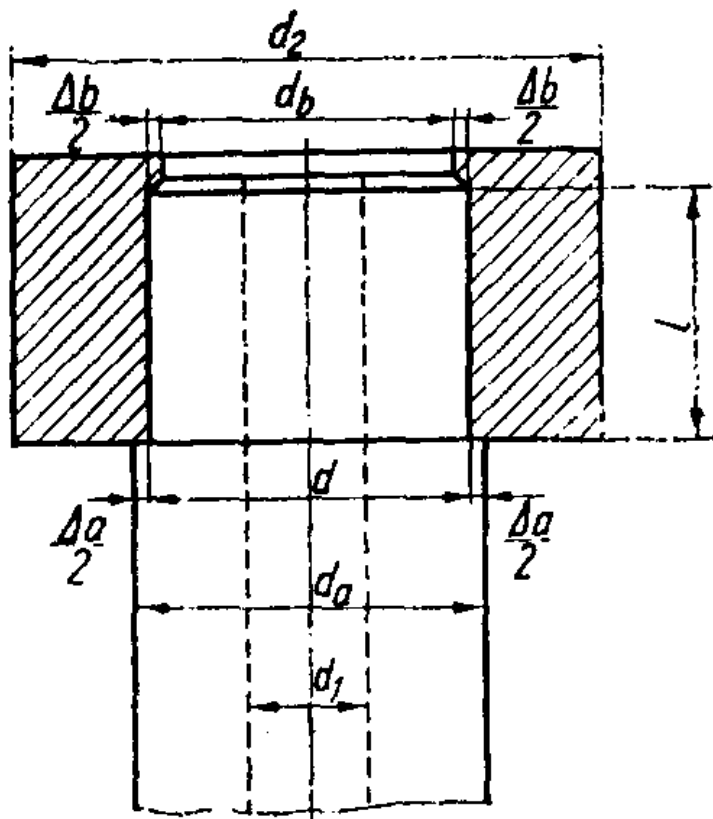

Fig. 17.5
**T\*.17.21.** Considerând  $\Delta a$ , respectiv  $\Delta b$  (fig. 17.5) variatia dimensiunilor efective ale arborelui, respectiv butucului, în situatia unei asamblari arbore-butuc prin strângere, sa se indice ce reprezinta:  $S=\Delta a-\Delta b$ ?